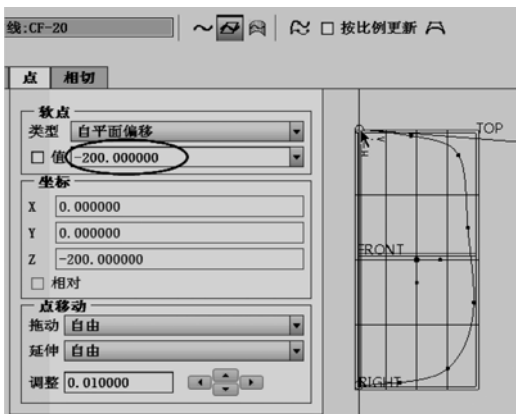

图 8-29 修改软点参数值
- 4 选择曲线的一个端点（上端点），接着在“造型：曲线编辑”选项卡中单击“点”选项标签，打开“点”面板，该软点的“类型”默认为“自平面偏移”，在“值”文本框中将该软点参数值更改为“-200”，如图 8-29 所示。